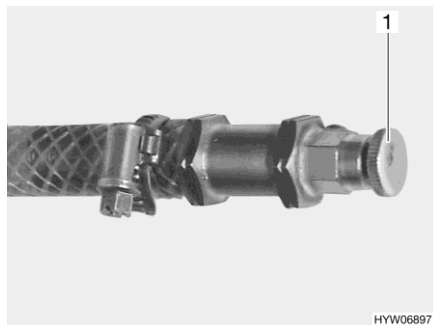

Fig. 281 Soupape de purge pour le chauffage à eau chaude
- Ouvrir la soupape de purge (Fig. 281,1) et la laisser ouverte, jusqu'à ce l'air soit complètement évacué du circuit.